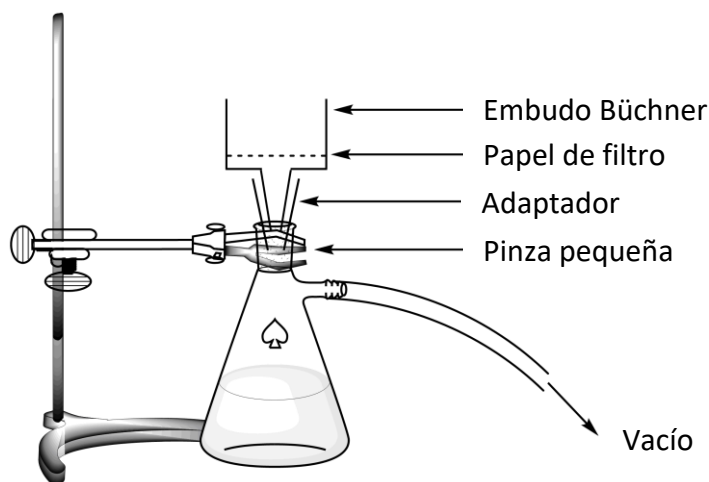

Figura 2. Sistema para la filtración al vacío
7. **Arma** un sistema de filtración al vacío (ver Figura 2) usando un embudo Büchner, un papel de filtro, y un matraz Kitasato que debe estar asegurado al soporte universal con una pinza pequeña. **Levanta** la tarjeta HELP. Un asistente de laboratorio vendrá a mostrarte cómo conectar el sistema al vacío.